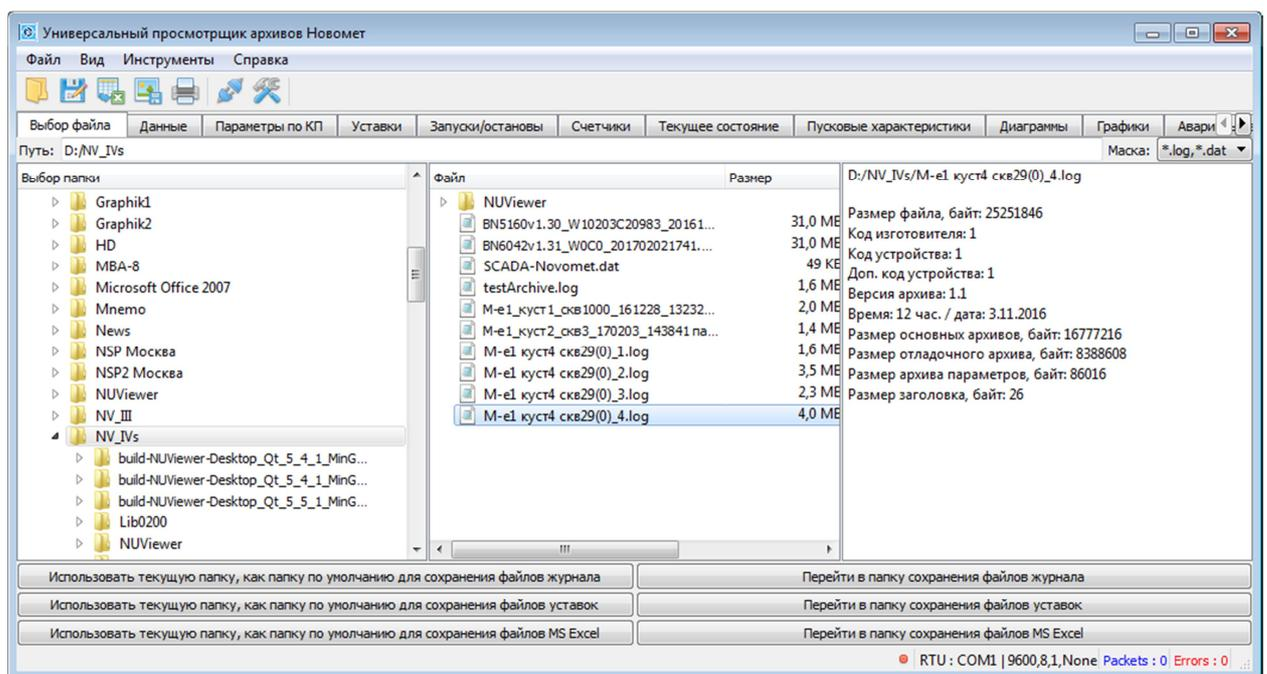

Рис.8. Работа с вкладкой *Выбор файла*
*Открытие через вкладку выбор архива.* Для этого необходимо перейти на вкладку *Выбор файла* рис.8. В левом окне выбрать директорию местонахождения архивный файлов, в среднем окне выбрать интересующий для анализа архив и открыть его с помощью двойного клика мышью. При этом в правом окне предварительно можно посмотреть интересующую информацию об архиве.